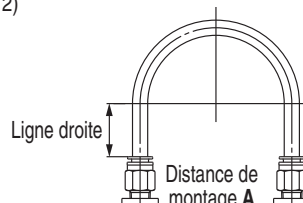

Fig. 1 : Raccordement recommandé
- Lors de la connexion du raccordement du raccord instantané, utilisez une longueur de tuyau à marge suffisante, conforme aux conditions de raccordement indiquées en fig. 1.